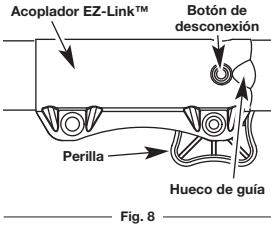

Fig. 8
- Gire la perilla en sentido antihorario para aflojarla (Fig. 8).
- Opima y sostenga el botón de desconexión (Fig. 8).
NOTA: La alineación del botón de desconexión con el hueco de guía facilitará la instalación (Fig. 8).